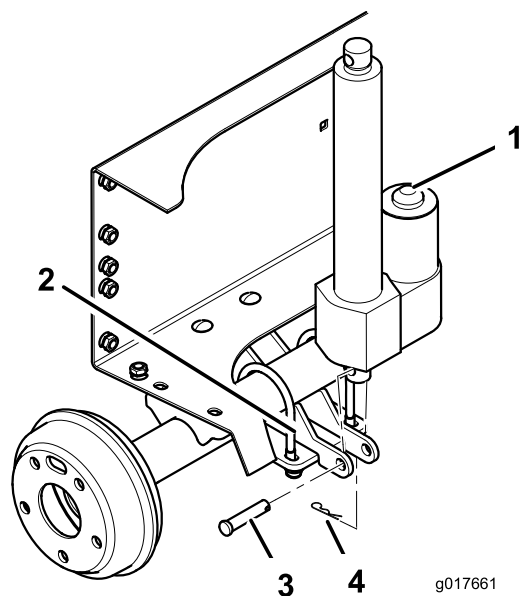

Figura 11
- Montate l'estremità inferiore dell'attuatore di sollevamento al supporto del cilindro di sollevamento con un perno con testa e una coppiglia. Collocate i componenti come illustrato in Figura 11.